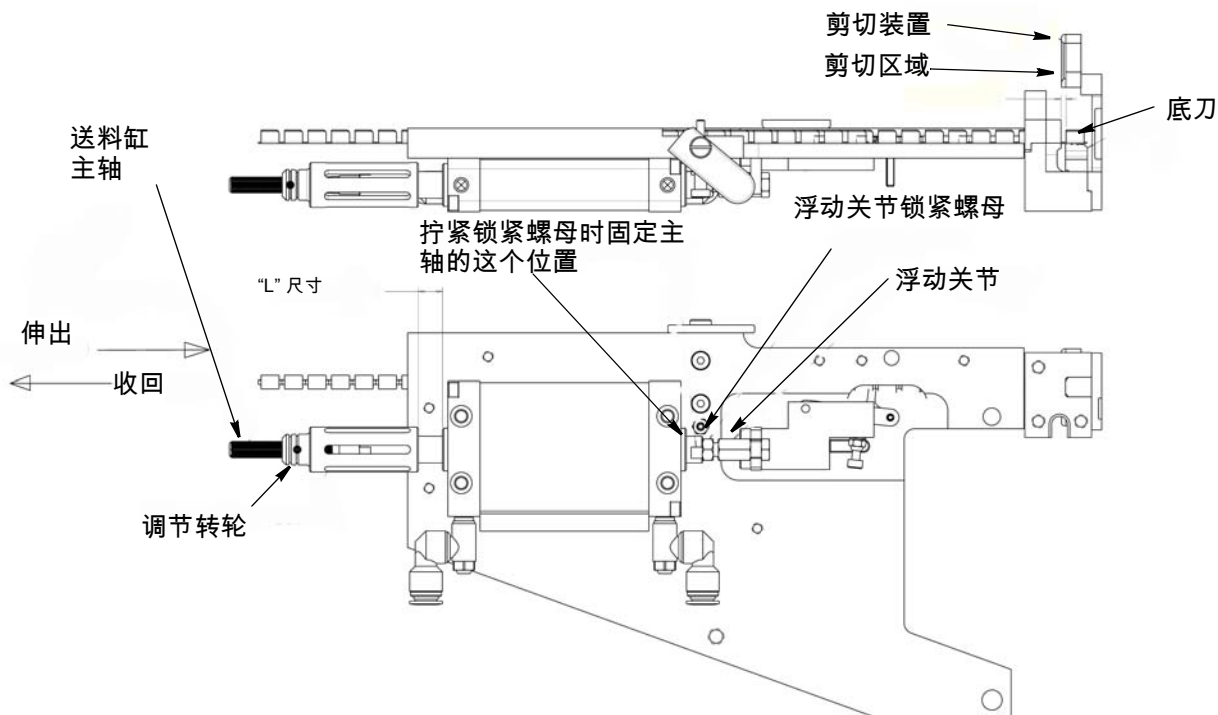

图 22
3. 如图 22 所示，调节扭矩锁定六角螺母 (986965-7)，直至完成送料爪调节。
参见图 22。